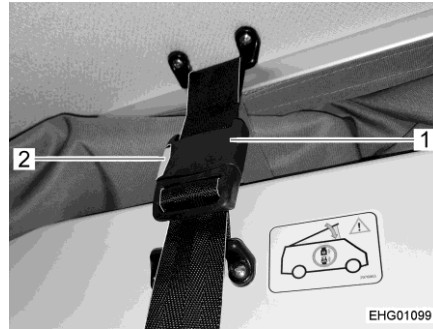

Fig. 35 Bloccaggio (tetto con posto letto)
- Aprire la serratura a scatto (Fig. 35,1). A tale scopo, premere il bottone a pressione rosso (Fig. 35,2).